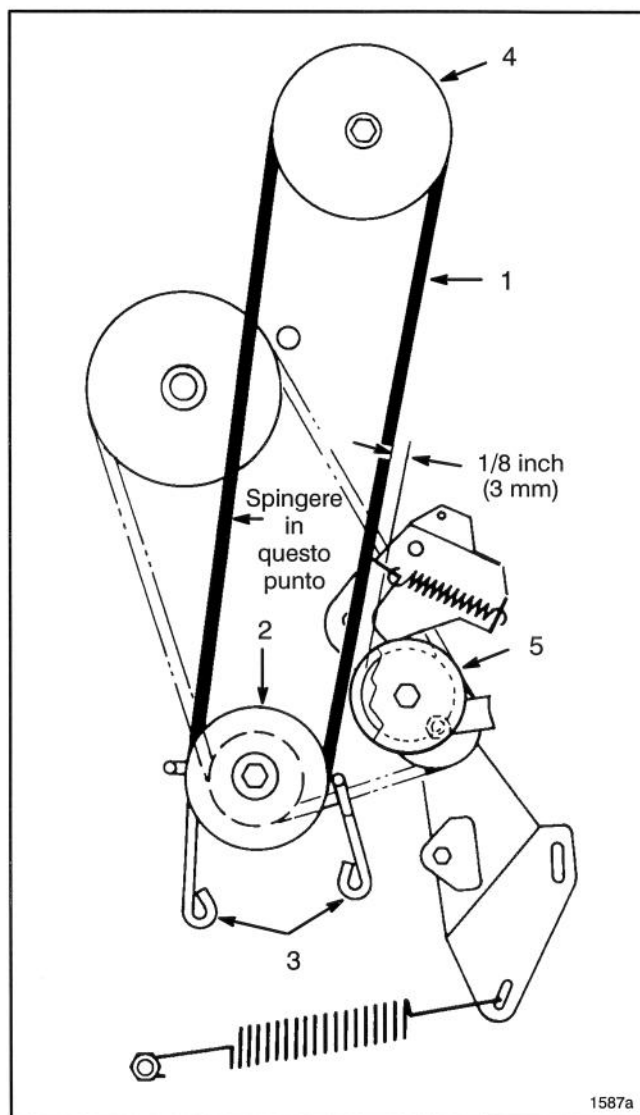

Figura 19
12. Spingendo verso l'esterno sulla cinghia (eliminando il gioco), come illustrato nella figura 19, controllate la distanza fra la parte esterna della cinghia e la parte interna della puleggia folle (Fig. 19). Tale distanza deve essere di circa 3mm.